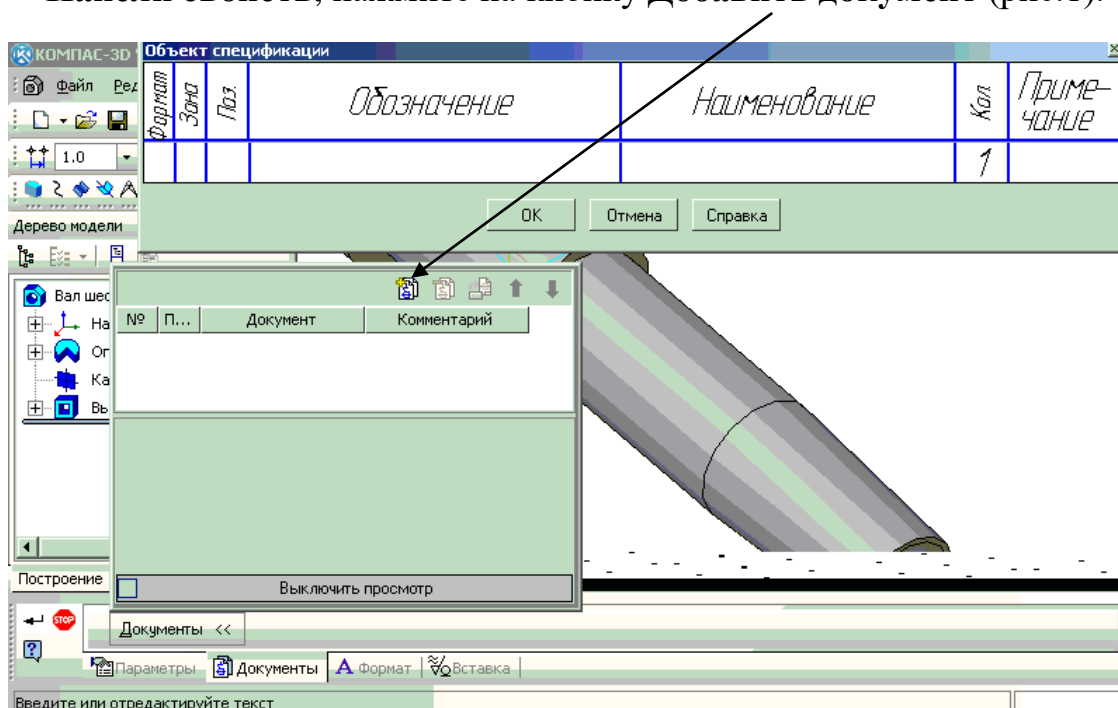

Рис.1
8. Подключите файл детали к строке спецификации (на закладке *Документы* на *Панели свойств*, нажмите на кнопку *Добавить документ* (рис.1).